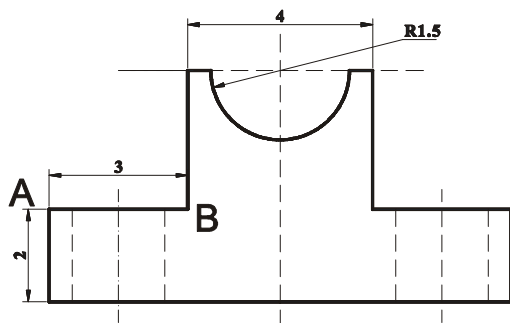

图 2-5-5
STEP 06 把图层转换到虚线图层。使用 LINE 命令在虚线层上绘制座体主视图中的剖面部分，最终效果如图 2-5-5 所示。其具体操作如下：
MIRROR 命令，效果如图 2-5-5 所示